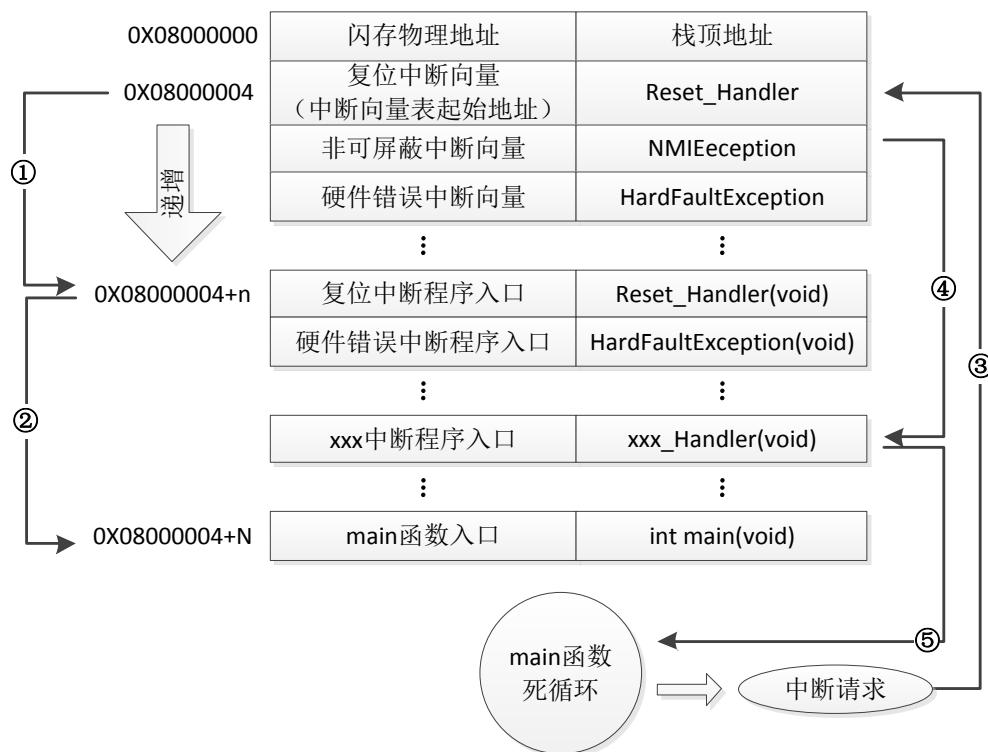
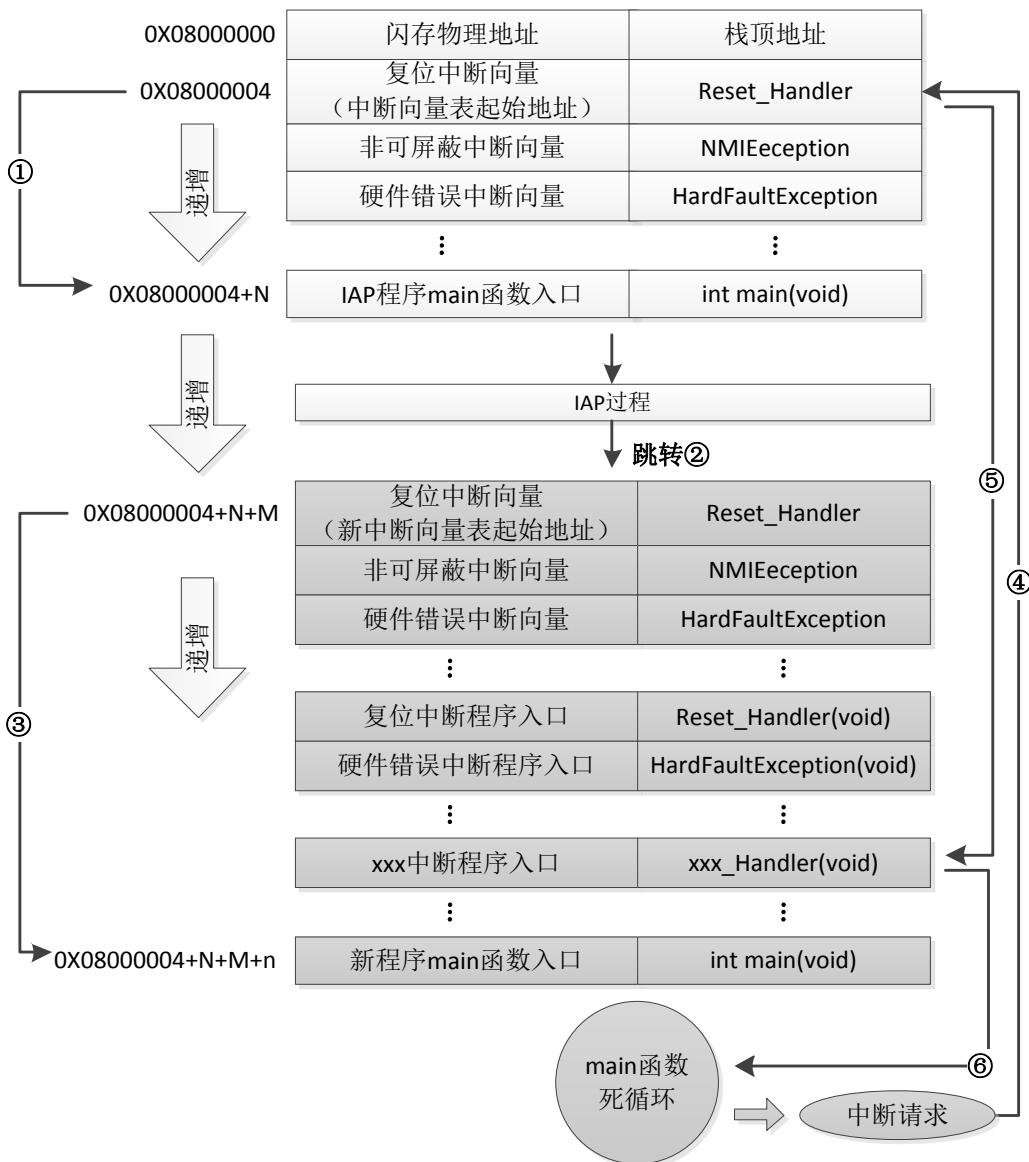

图 55.1.1 STM32F4 正常运行流程图
图 55.1.2 加入 IAP 之后程序运行流程图
我们先来看看 STM32F4 正常的程序运行流程，如图 55.1.1 所示：
在图 55.1.1 中，STM32F4 在复位后，先从 0X08000004 地址取出复位中断向量的地址，并跳转到复位中断服务程序，如图标号①所示；在复位中断服务程序执行完之后，会跳转到我们的 main 函数，如图标号②所示；而我们的 main 函数一般都是一个死循环，在 main 函数执行过程中，如果收到中断请求（发生重中断），此时 STM32F4 强制将 PC 指针指回中断向量表处，如图标号③所示；然后，根据中断源进入相应的中断服务程序，如图标号④所示；在执行完中断服务程序以后，程序再次返回 main 函数执行，如图标号⑤所示。
当加入 IAP 程序之后，程序运行流程如图 55.1.2 所示：
在图 55.1.2 所示流程中，STM32F4 复位后，还是从 0X08000004 地址取出复位中断向量的地址，并跳转到复位中断服务程序，在运行完复位中断服务程序之后跳转到 IAP 的 main 函数，如图标号①所示，此部分同图 55.1.1 一样；在执行完 IAP 以后（即将新的 APP 代码写入 STM32F4 的 FLASH，灰底部分。新程序的复位中断向量起始地址为 0X08000004+N+M），跳转至新写入程序的复位向量表，取出新程序的复位中断向量的地址，并跳转执行新程序的复位中断服务程序，随后跳转至新程序的 main 函数，如图标号②和③所示，同样 main 函数为一个死循环，并且注意到此时 STM32F4 的 FLASH，在不同位置上，共有两个中断向量表。
本章, 我们有 2 个 APP 程序, 一个为 FLASH 的 APP, 另外一个位 SRAM 的 APP, 图 55.1.2 虽然是针对 FLASH APP 来说的, 但是在 SRAM 里面运行的过程和 FLASH 基本一致, 只是需要设置向量表的地址为 SRAM 的地址。